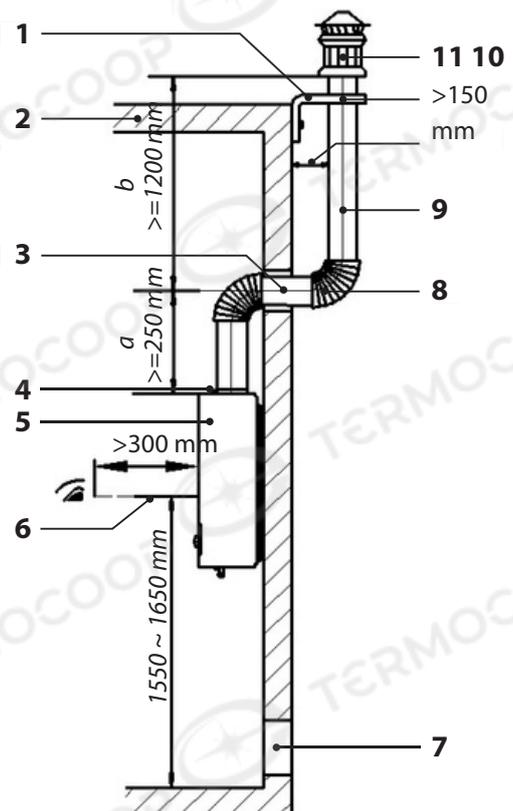

Figura 5.8
com- busti Poiché questo scaldabagno è del tipo aspirato, il tubo di scarico fumi va installato come in figura (Figura 5.8).
- Per la funzione di protezione dall'ostruzione del tubo di scarico è necessario installare quest'ultimo come indicato in Figura 5.8. È molto importante mantenere le dimensioni di $1450 \text{ mm} \leq a + b \leq 1850 \text{ mm}$. La tenuta stagna del tubo di scarico di gas deve essere adeguata. Dopo aver installato il tubo, assicurarsi che lo scaldabagno funzioni normalmente.